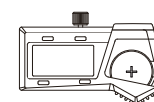

Fig.2
- Coloque a pilha no compartimento da pilha, o lado positivo da pilha (+) deve estar virado para fora (Fig.2).